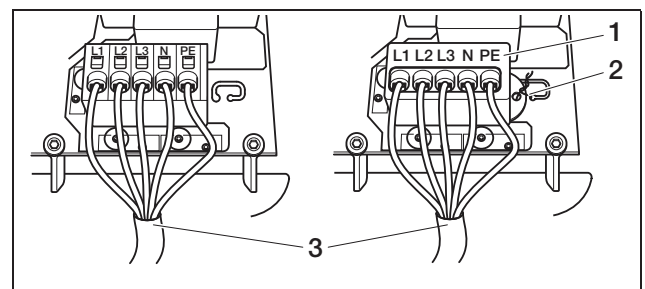

Abbildung 15: Netzzuleitung angeschlossen (links ohne Versiegelungskappe, rechts mit Versiegelungskappe (abgebildet PIKO 7.0/8.3/10.1))
- Schließen Sie die Adern der Netzzuleitung entsprechend der Beschriftung an der AC-Anschlussklemme an (Abbildung 15).